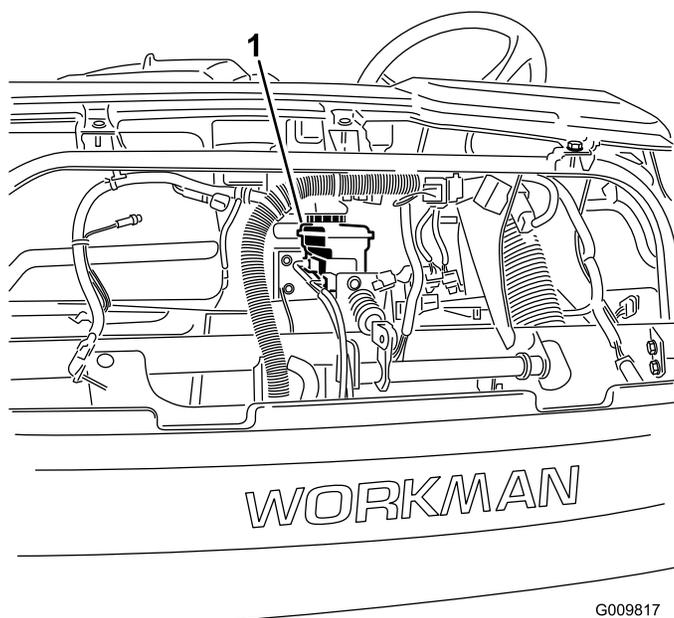
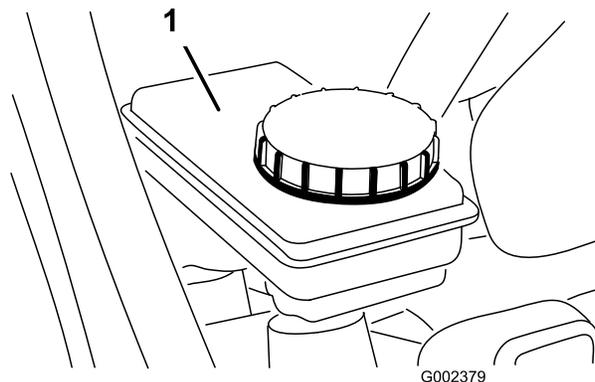

Figura 26
Figura 27
3. Controllate il livello del fluido nel serbatoio del fluido dei freni (Figura 26 e Figura 27).
- A. Pulite la superficie attorno al tappo del serbatoio (Figura 27).
- B. Rimuovete il tappo del serbatoio (Figura 27).
- C. Aggiungete il fluido dei freni specificato fino a raggiungere la linea di pieno sul serbatoio (Figura 27).
- D. Montate il tappo (Figura 27).